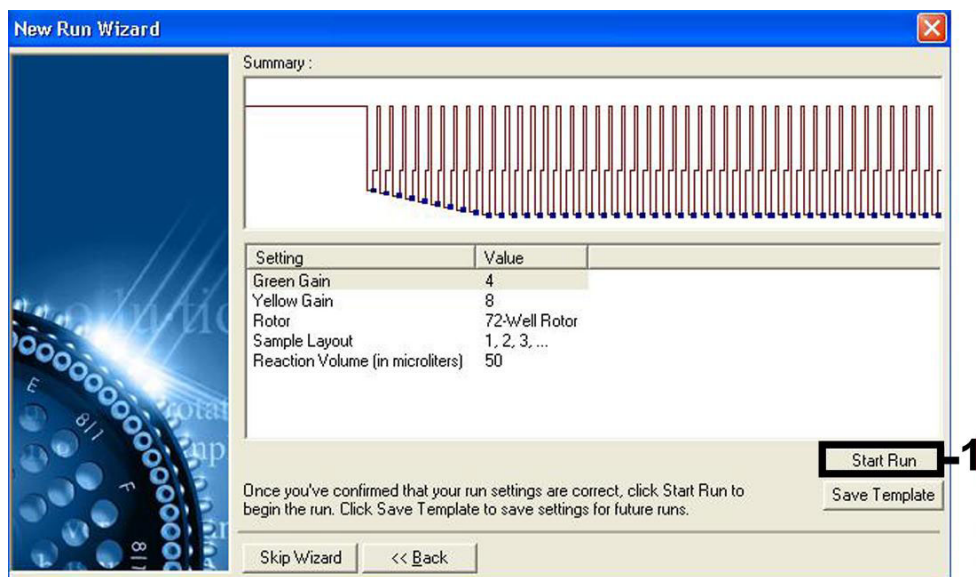

Figura 7. Iniciar a execução.
Iniciar a execução	Figura 7
- Os valores de ganho determinados pela calibração do canal são guardados automaticamente e são enumerados na última janela do menu do procedimento de programação (Figura 7, na página seguinte). Clique em **Start Run** (Iniciar execução).